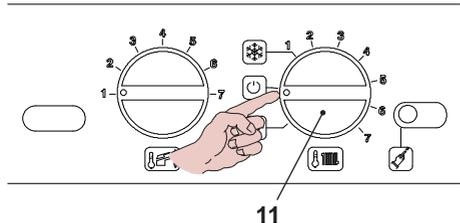

Fig. 8.13
- Per uscire dalla programmazione posizionare il selettore di funzione 11 in "U" (Fig. 8.13), oppure togliere alimentazione elettrica alla caldaia.